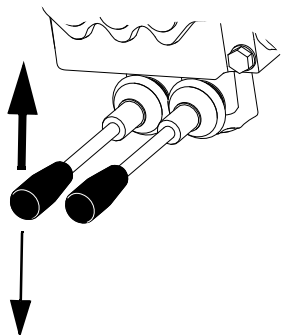

Figure 21.14
- 2 Spusťte plnicí šnek pohybem páky označené  směrem nahoru, "Figure 21.14".